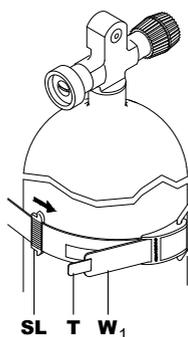

Fig. 2-5
2. Dacă BC are o placă de spate tare, așezați cavitatea (S) a plăcii din spate pe umărul rezervorului (figura 2-6) și apoi fixați cureaua (fig.2-5 și 2-7) centurii de eliberare rapidă (W1) în jurul rezervorului.
- Închideți catarama (C) (Fig. 2 – 7). În cazul în care cureaua este prea strânsă sau prea slăbită, deschideți cureaua cârligului și bucla și catarama pentru a regla lungimea curelei (figura 2-5) centurii cu eliberare rapidă (W1). Pentru mai multă siguranță, glisați bucla (SL) (Fig. 2-5) în jurul capătului curelei (T). În BC-uri cu un suport dur, cu rezervorul montat la BC puteți ridica întreaga unitate folosind mânerul integrat în suportul dur.